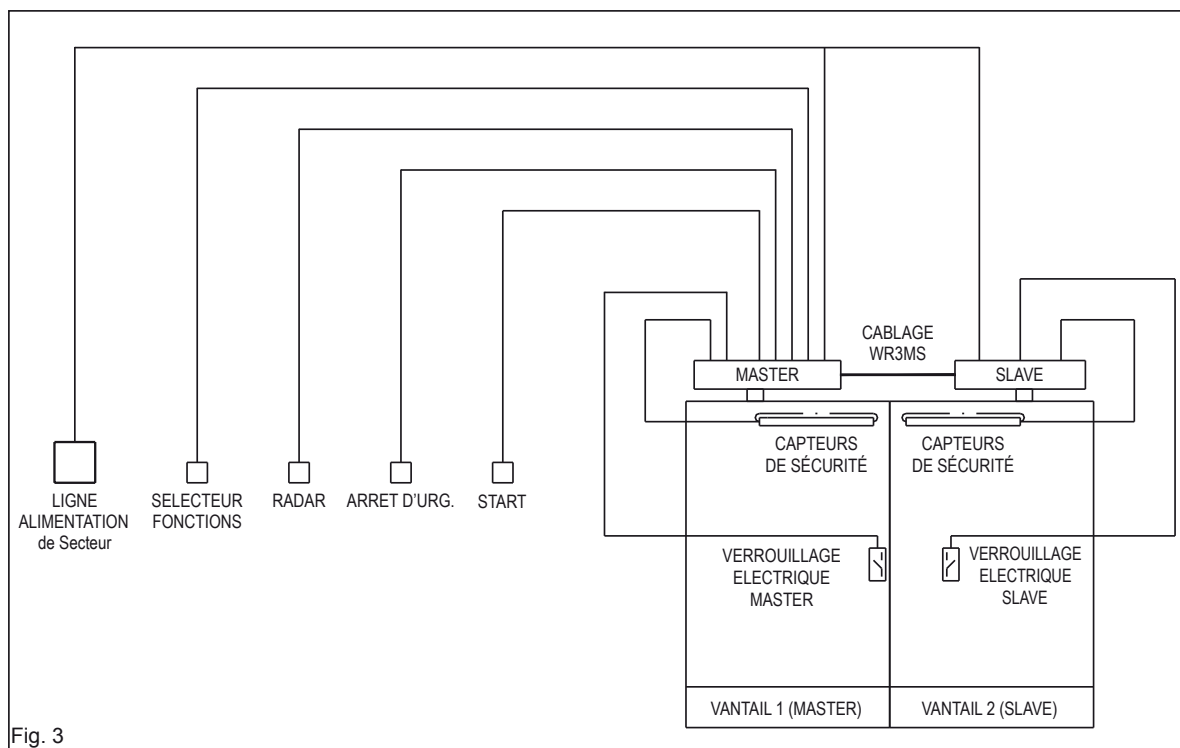

Fig. 3
13.1) CONNEXIONS ÉLECTRIQUES (voir le schéma général de la figure 3)